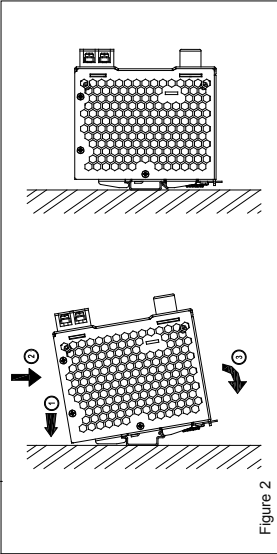

Figure 2
- 3. Montage (Abb. 2)**
- Einrasten des Geräts in DIN-Schiene, wie in Abb. 2 dargestellt:
- 3. Mounting (Fig. 2)**
- Snap on the DIN rail as shown in Fig. 2: